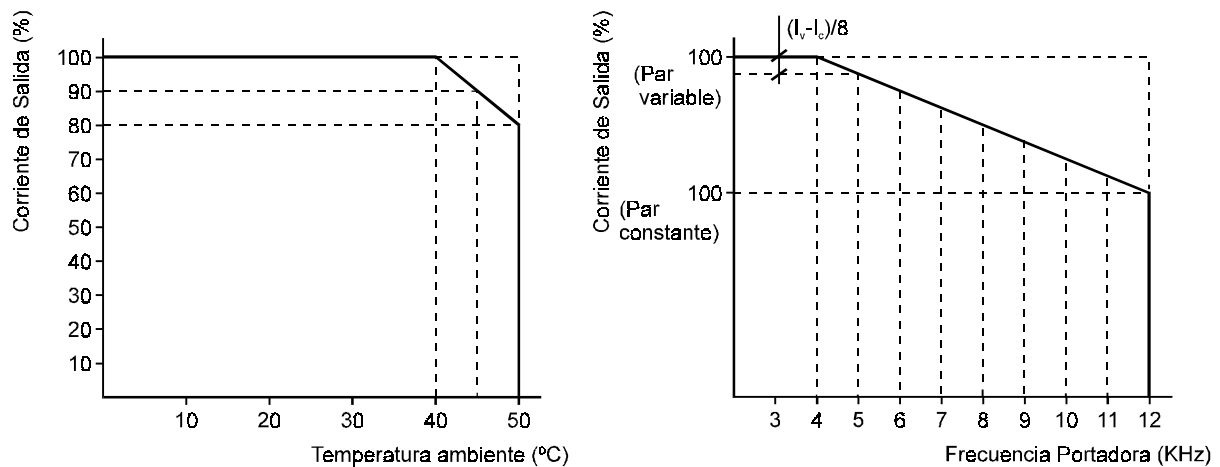

Fig. A1.1 Reducción de la corriente en función de la temperatura y la portadora (para Par Variable)
- Por encima de 40°C reducir la corriente un 2% por cada °C (ver fig. A1.1).